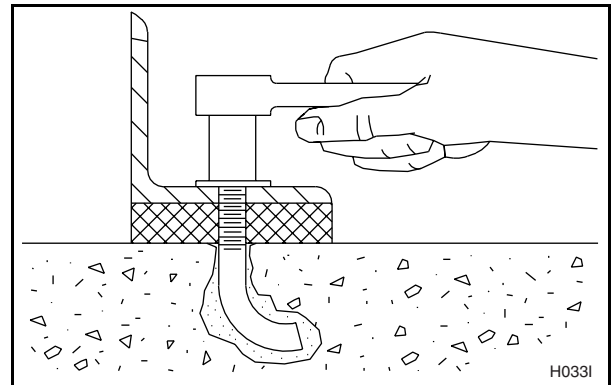

Figura 35
hasta que estén apretadas uniformemente y la máquina esté firmemente asegurada al piso. Vea la Figura 35.
15. Después de que la lechada se ha secado completamente, apriete las tuercas de seguridad en forma pareja (una tras otra) hasta que estén apretadas uniformemente y la máquina esté firmemente asegurada a la plataforma de cimiento de concreto. Vea la Figura 35.